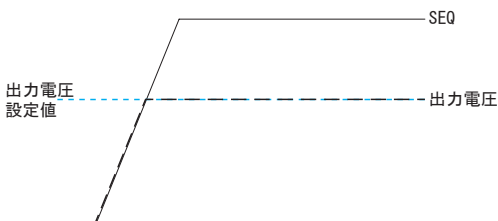

図3.8 SEQ > 出力電圧設定値の場合
- 電源起動時において、出力電圧が設定された値になるまでの間、出力電圧はSEQ端子電圧に追従します(図3.8)。